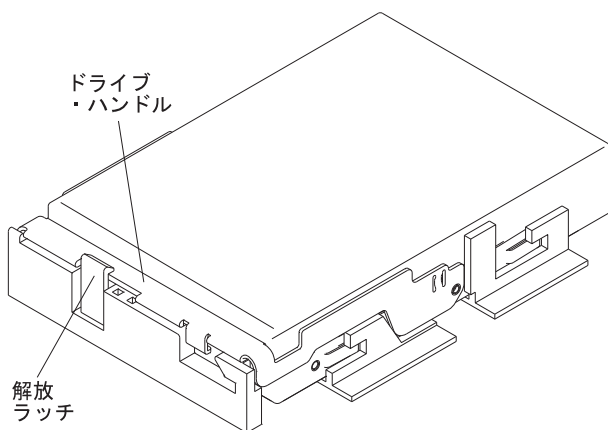

図 77. ドライブを所定の位置にロックする
- c. ドライブを真っすぐ下に押し下げてから、ドライブ・ハンドルを下に回転させて、ドライブをドライブ・リリース・レバーの下に所定の位置にカチッと収めます。図 77 を参照してください。